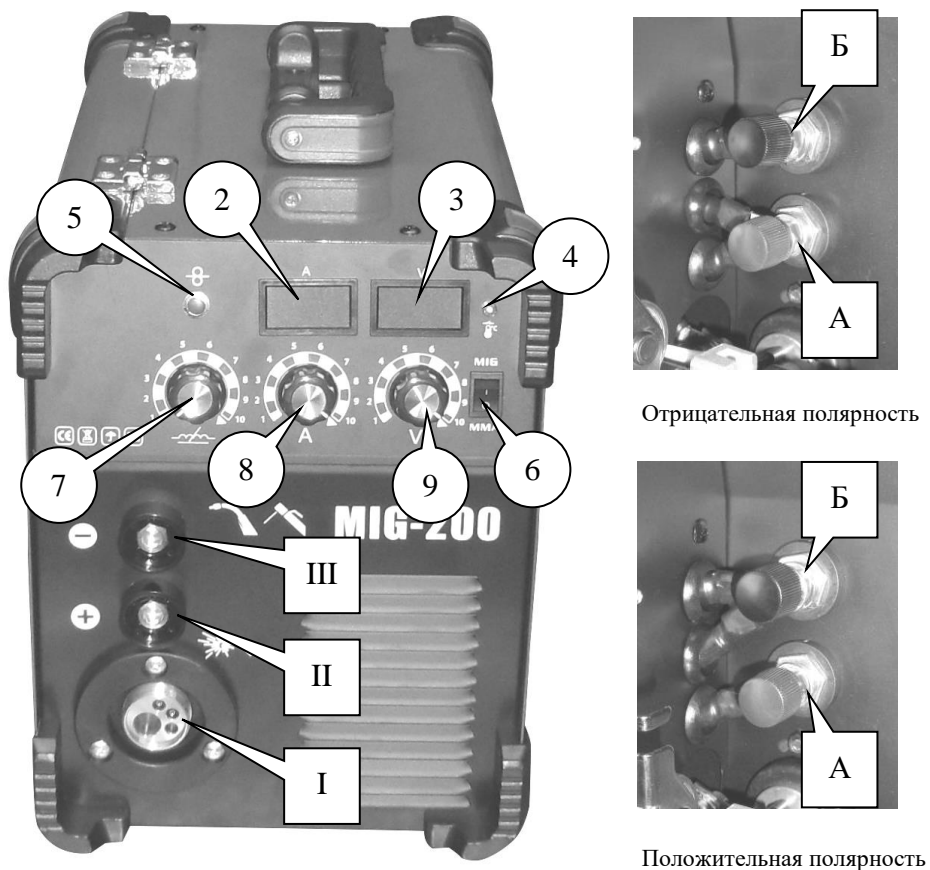

Рис. 1. Расположение органов управления и индикации.
- Подключить сварочную горелку к евроадаптеру I (Рис. 1) сварочного аппарата.
- Внутри отсека подачи проволоки: подключить клемму выбора полярности к разъему А (+) (Рис. 1)
- Внутри отсека подачи проволоки: подключить клемму выбора полярности к разъему Б (-) (Рис. 1)